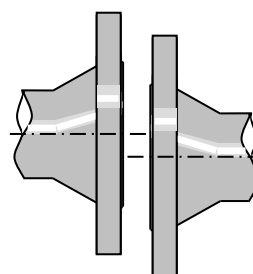

図4 軸差がある
- 相対するフランジの軸差があると、ガasketが正しい位置にセッティングできないため修正してください。（図4参照）